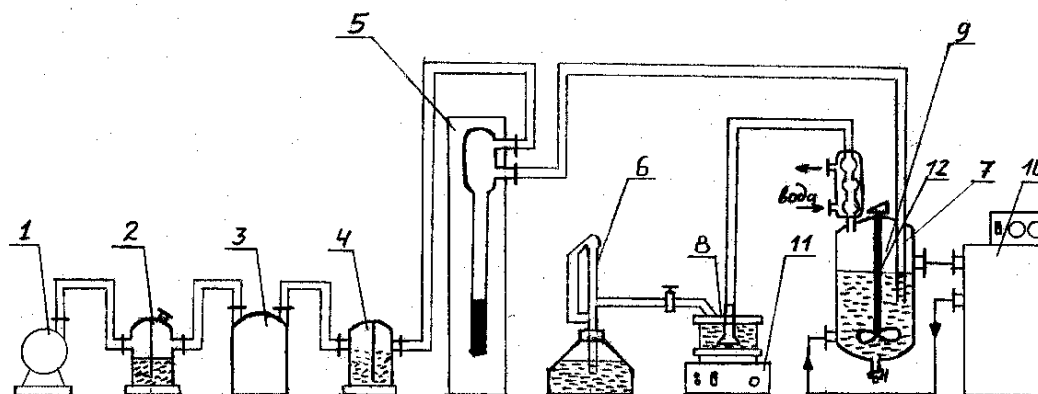

Рис. 4. Схема лабораторной установки для исследования кинетики реакции ацилирования спиртов хлорангидридом бензойной кислоты
2. При применении второго метода – для нахождения порядка реакции определяют в различные моменты времени скорость реакции и концентрацию реагента А (рис.4), и, построив логарифмическую анаморфозу в соответствии с уравнением 13
Лабораторная установка для исследования кинетики реакции ацилирования спиртов хлорангидридом бензойной кислоты представлена на рис. 4.